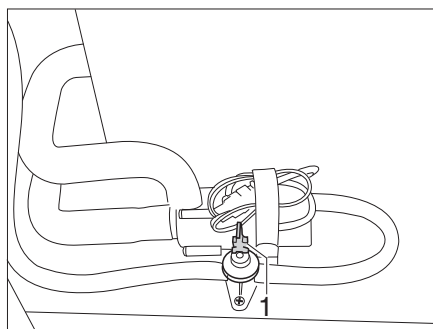

Fig. 219 Llave de desagüe
- Cerrar todas las llaves de desagüe. Colocar para ello el balancín (Fig. 219,1) en posición horizontal.